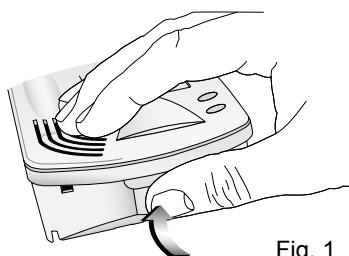

Fig. 1
- Fig. 1- Aprire il citofono, separare il coperchio dal fondo facendo forza nel lato inferiore del coperchio.
- Abb. 1- Das Haustelefon öffnen, den Deckel vom Boden entfernen durch Drücken auf die Unterseite des Deckels.
- Fig. 1- Open the interphone, split the cover from the bottom making pressure on the lower side of the cover.
- Fig. 1- Abrir el teléfono, separar la tapa del fondo apretando en el lado inferior de la tapa.
- Fig. 1- Ouvrir le poste d'appartement, séparer le couvercle du fond en faisant force du côté inférieur du couvercle.
- Fig. 1- Abrir o telefone, afastar a tampa do fundo fazendo força no lado inferior da tampa.